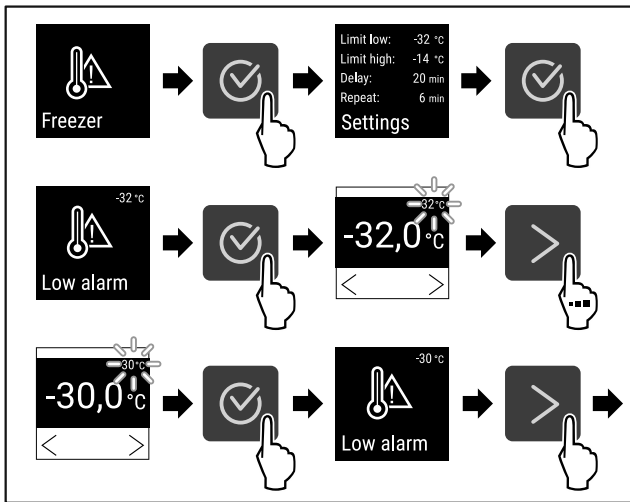

Fig. 98
- ▶ Выполните шаги действия (см. Fig. 98) .